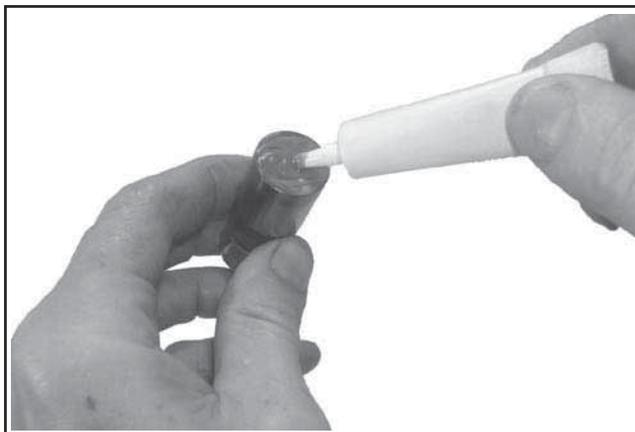

Figure 11-34. Appliquer du lubrifiant pour arbre à cames sur le fond des poussoirs.
2. Appliquer du lubrifiant pour arbres à cames (voir la Section 2) sur le fond de chaque poussoir. Voir la Figure 11-34. Lubrifier les poussoirs hydrauliques et les trous des poussoirs dans le carter moteur avec de l'huile moteur.